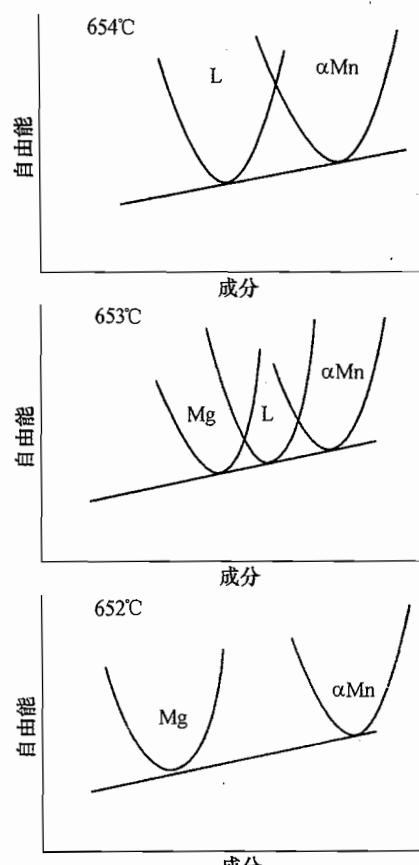

图 5-10 第七题第 2 小题解答图
2. 如图 5-10 所示，含 4% Mn 的 Mg 合金在  $654^\circ\text{C}$  时以纯 Mn 和含 0.92at% Mn